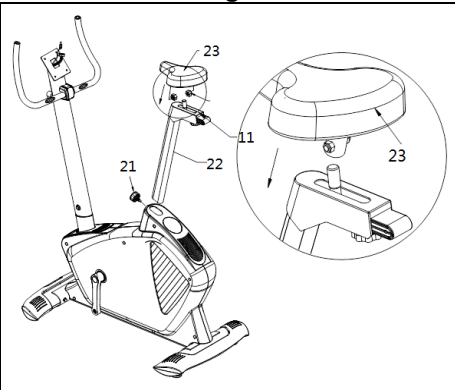

Fig.7
El pedal derecho (29), marcado con la letra (R), se enroscara en sentido de giro agujas del reloj, en la biela derecha, marcada con la letra (R). Apriete fuertemente, Fig.7.
El pedal izquierdo (28), marcado con la letra (L), se enroscará en el sentido contrario a las agujas del reloj, en la biela izquierda, marcada con la letra (L). Apriete fuertemente, Fig.7.